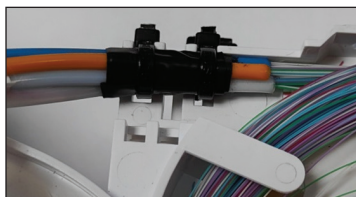

Рисунок 12
9.6 Обмотать ОМ 2-3 слоями ленты виниловой по нанесенным меткам крепления ОМ. Закрепить (без натяжения) ОМ в отверстиях для крепления ОМ (рисунок 10, позиция 1) поверх наложенного на оболочку ОМ банджа двумя стяжками нейлоновыми (рисунок 12). Излишки длин стяжек удалить.